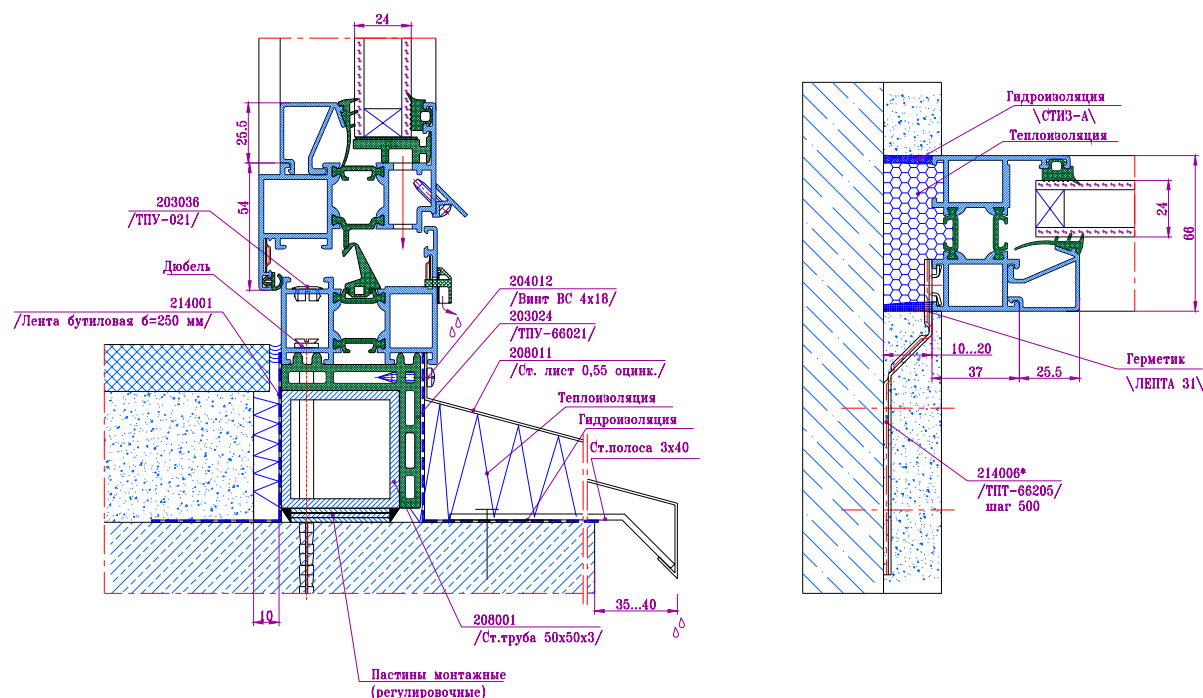

Рис.8-1 Крепление окна с терморазъёмом в проеме
- По оставшемуся периметру окна установить монтажные пластины ТПТ-66205 (рис.8-1) с шагом не более 0,5 метра, аналогично установке двери в проем. Возможен монтаж окна с помощью дюбелей;
- Установить окно на подклад ТПУ-66021, выверить положение (рис.8-1);
- Нижний ригель косяка закрепить на трубе винтами самонарезными ВС 4х30, боковые стойки и верхний ригель закрепить в проеме при помощи монтажных пластин ТПТ-66205 (рис.8-1);
3. При установке окна в четверть рекомендуемый размер четверти 35-40 мм (рис.8-1).